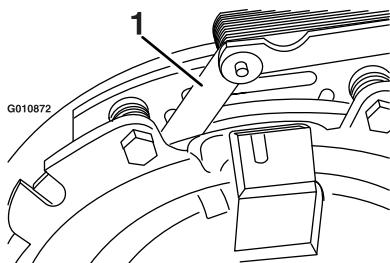
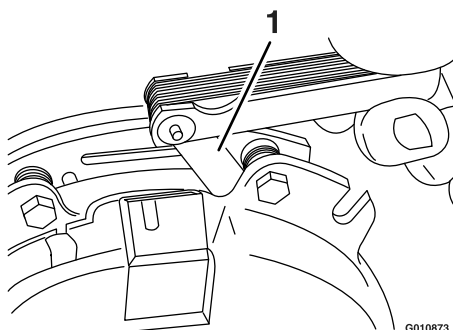

Figura 73
Figura 74
- E. Usando una galga de 0.254 mm (0.010"), compruebe la presencia de un espacio entre el rotor y la cara de la armadura en ambos lados del polo del freno, según se indica en Figura 73 y Figura 74.